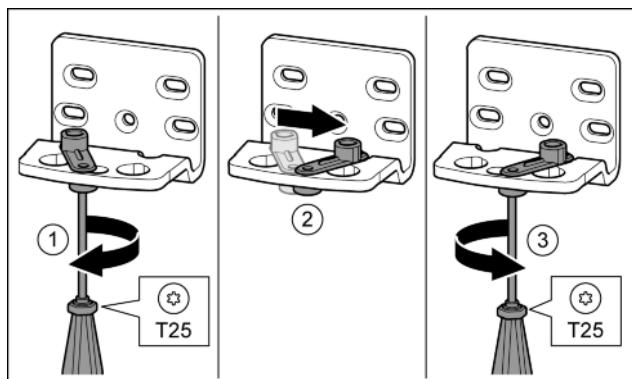

Fig. 15*
- Отпустить винт отверткой T25. Fig. 15 (1)*
- Приподнять фиксатор двери и, повернув на 90° вправо, вставить в отверстие. Fig. 15 (2)*
- Затянуть винт отверткой T25. Fig. 15 (3)*